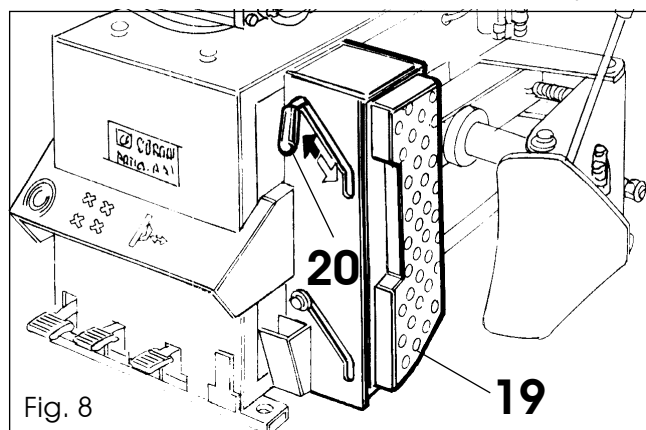

Fig. 8
- ☐ Positionner le support de la jante (19) en utilisant le levier (20) : la figure 8 montre la configuration relative à des roues de voitures de course, tandis que la figure 8a se réfère à des roues normales.